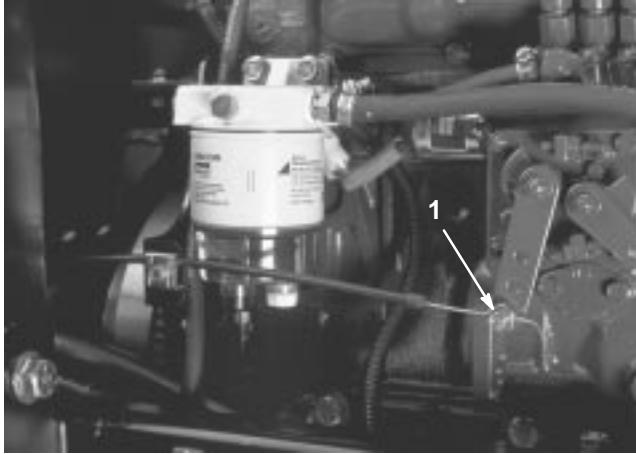

Bild 51
2. Lockern Sie den Anschluss des Gaszuges am Hebelarm der Einspritzpumpe (Bild 51).